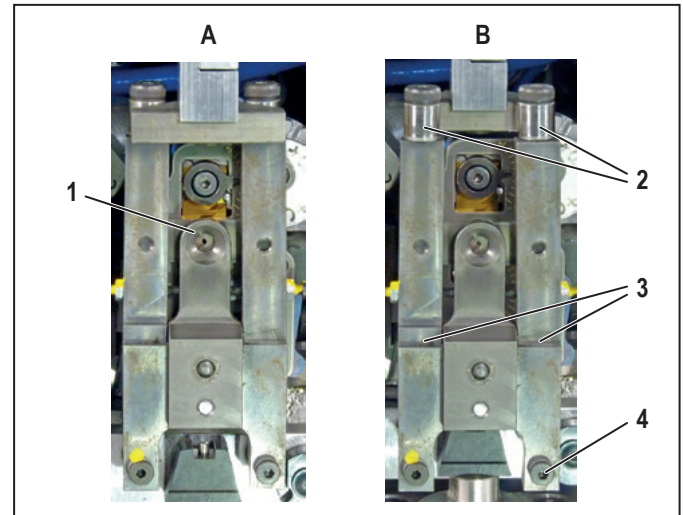

图7.3 在操作位置 (A) 以及拉向前方 (B) 的多股导线固定设备
- 将多股导线固定设备往前拉 (图7.3, B) 。
- 确认滚轮 (2) 是否可以自由移动。
- ▶ 请确保多股导线固定设备在正面 (图7.3, B)。
- ▶ 移除多股导线固定设备的右下方螺钉 (图7.3, 4)。